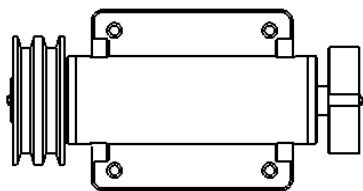

图 4.7.16 放置视图
Step3. 放置视图。在“模型视图”对话框（二）的 **方向(O)** 区域中单击“上视”按钮 ，选中 ☒ **预览(P)** 复选框，在 **选项(N)** 区域中取消选中 ☐ **自动开始投影视图(A)** 复选框；在 **比例(A)** 区域中选中 ☒ **使用自定义比例(C)** 单选按钮，在其下方的列表框中选择 **1:5** 选项，在图形区合适的位置单击放置图 4.7.16 所示的视图。